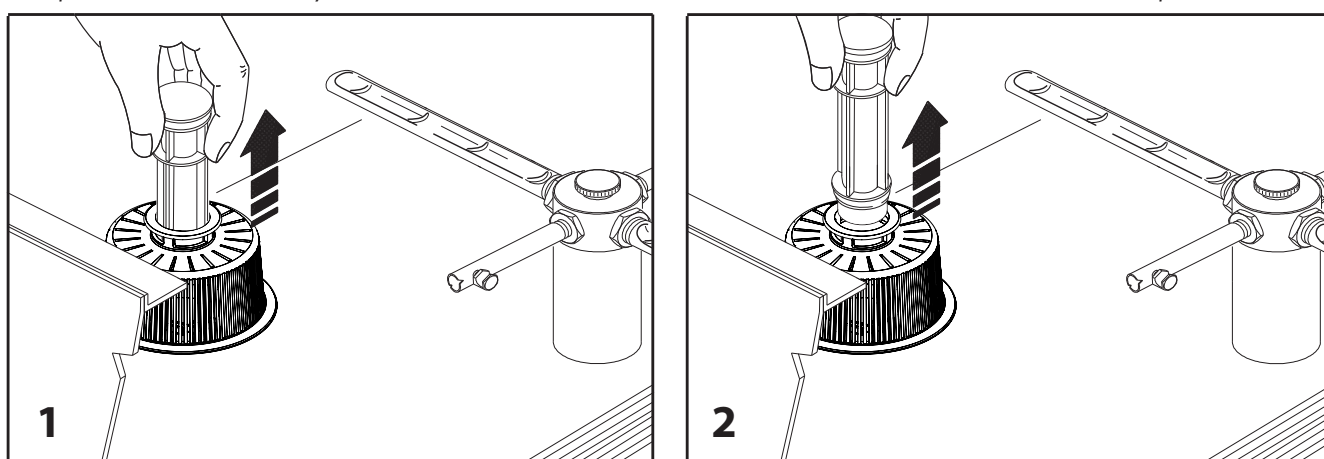

Рис. 16
2. Снимите шланг перелива (рис. 16)
3. Если посудомоечная машина оборудована сливным насосом, перед его отключением снимите шланг перелива (рис. 16) и включите насос КЛАВИШЕЙ СЛИВНОГО НАСОСА (см. пар. 4.6). После завершения слива посудомоечная машина выключится. Отключите ее от сети электропитания.